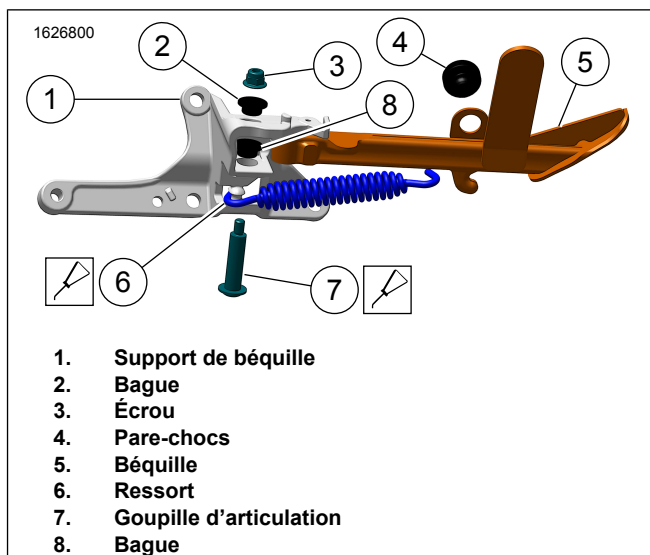

Figure 2. Assemblage de la béquille (régulier)
1. Voir la Figure 2. Installer la bague (8) sur le support (1).
2. Installer la béquille (5).
3. Installer la bague (2).
4. Appliquer du lubrifiant antigrippant sur la goupille d'articulation (7).